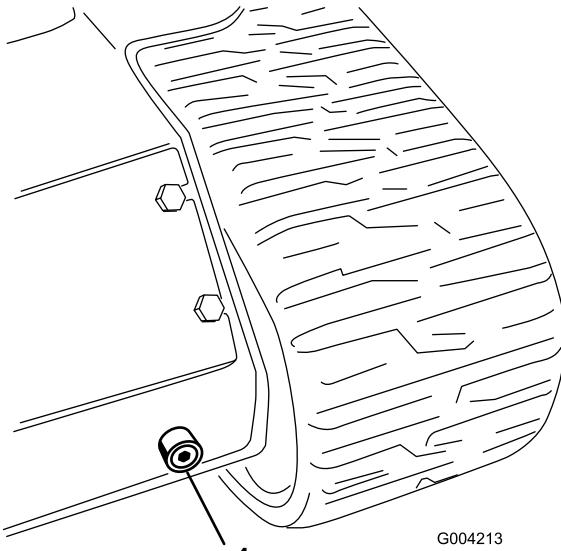

Figura 58
- Collocare una bacinella di spurgo grande (capacità 56 litri) sotto il tappo di spurgo, nella parte anteriore del trattore (Figura 58).
7. Rimuovere il tappo di spurgo e scaricare l'olio nella bacinella (Figura 58).